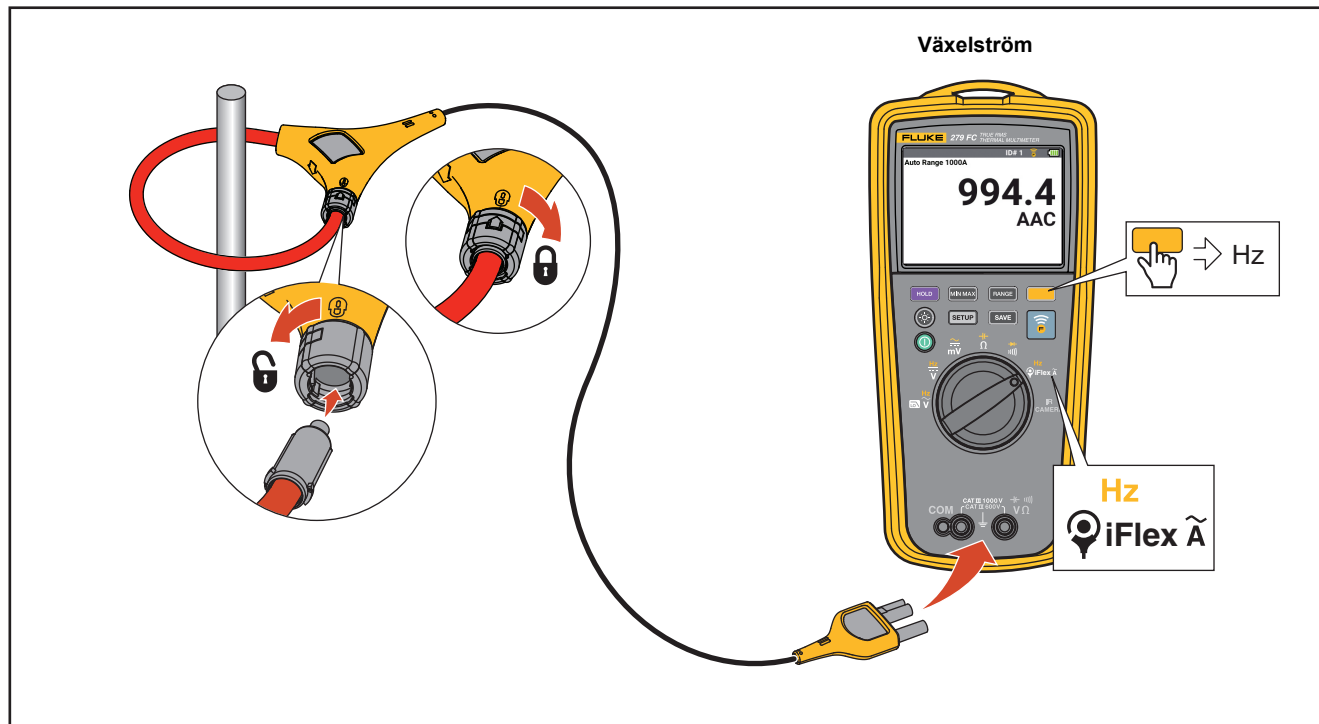

Bild 10. Växelspänning
- Växelströmsmätning. Se bild 10.
1. Anslut iFlex-strömpröben till ingången på multimetern. Se bild 10.